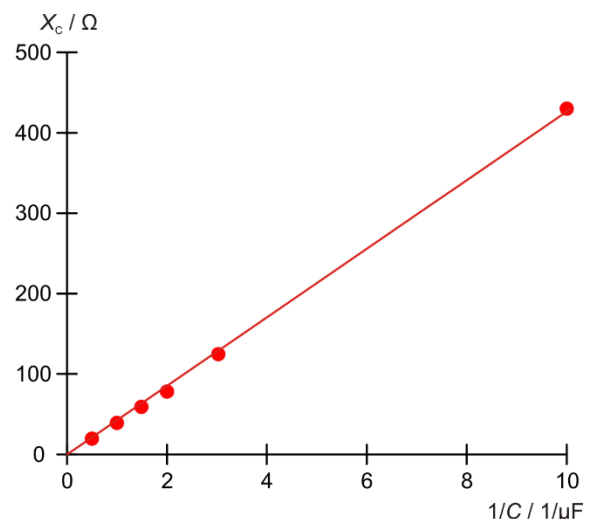
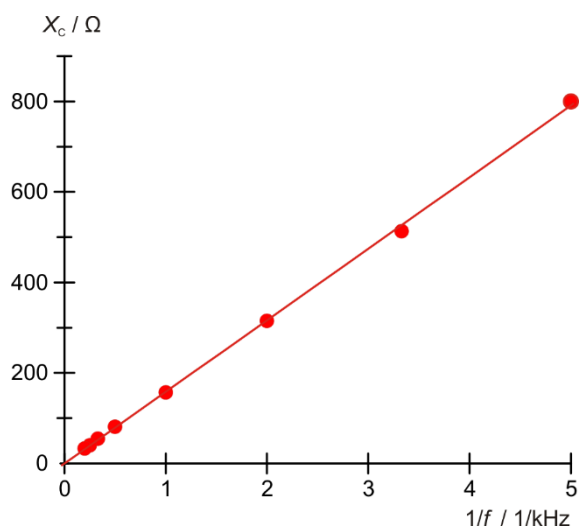

Fig. 4: Kapazitiver Widerstand X_C als Funktion des Kehrwerts der Kapazität C .
Fig. 5: Kapazitiver Widerstand X_C als Funktion des Kehrwerts der Frequenz f .
- Die kapazitiven Widerstände X_C gegen die Kehrwerte von Kapazität (Tab. 1, Fig. 4) und Frequenz (Tab. 2, Fig. 5) auftragen.